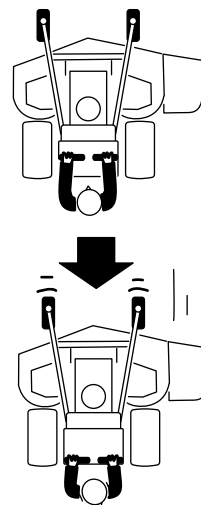

Figura 16
2. Tirate lentamente le leve di comando del movimento all'indietro (Figura 16).